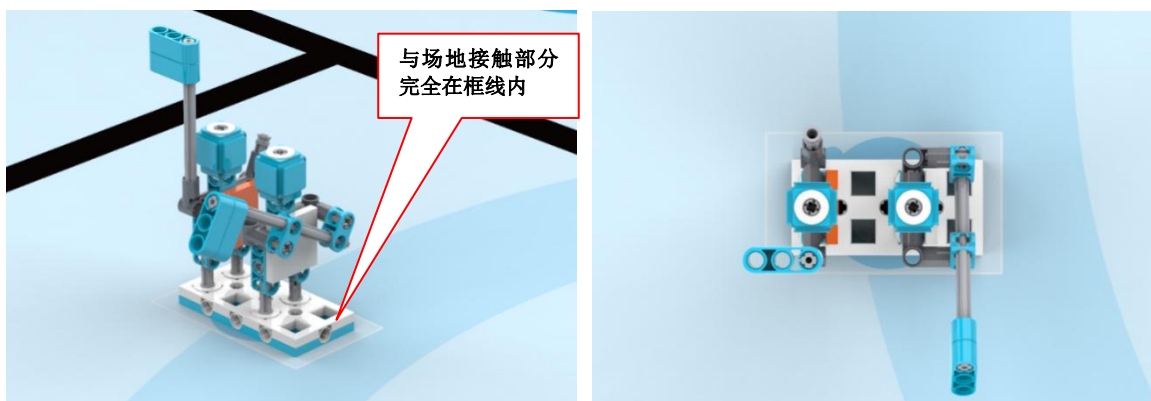

图 5 完成状态
3.2.2 得分标准：代表团与场地接触部分完全在框线内（压线不得分），且为站立状态，得 60 分，如图 5。